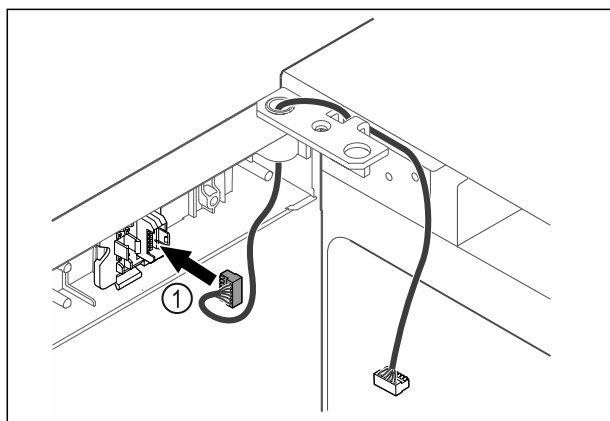

Fig. 46
- Zasuňte zástrčku Fig. 46 (1) do držáku zástrčky.